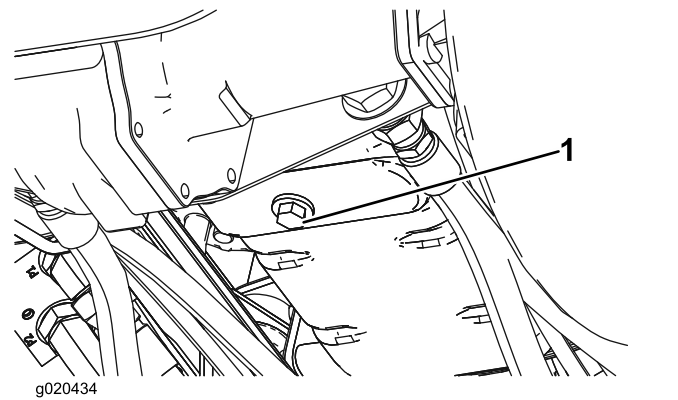

Bild 54
1. Entfernen Sie die Ablassschraube (Bild 54) und lassen Sie das Öl in die Auffangwanne ab. Schrauben Sie die Ablassschraube wieder ein, nachdem das Öl abgelassen ist.